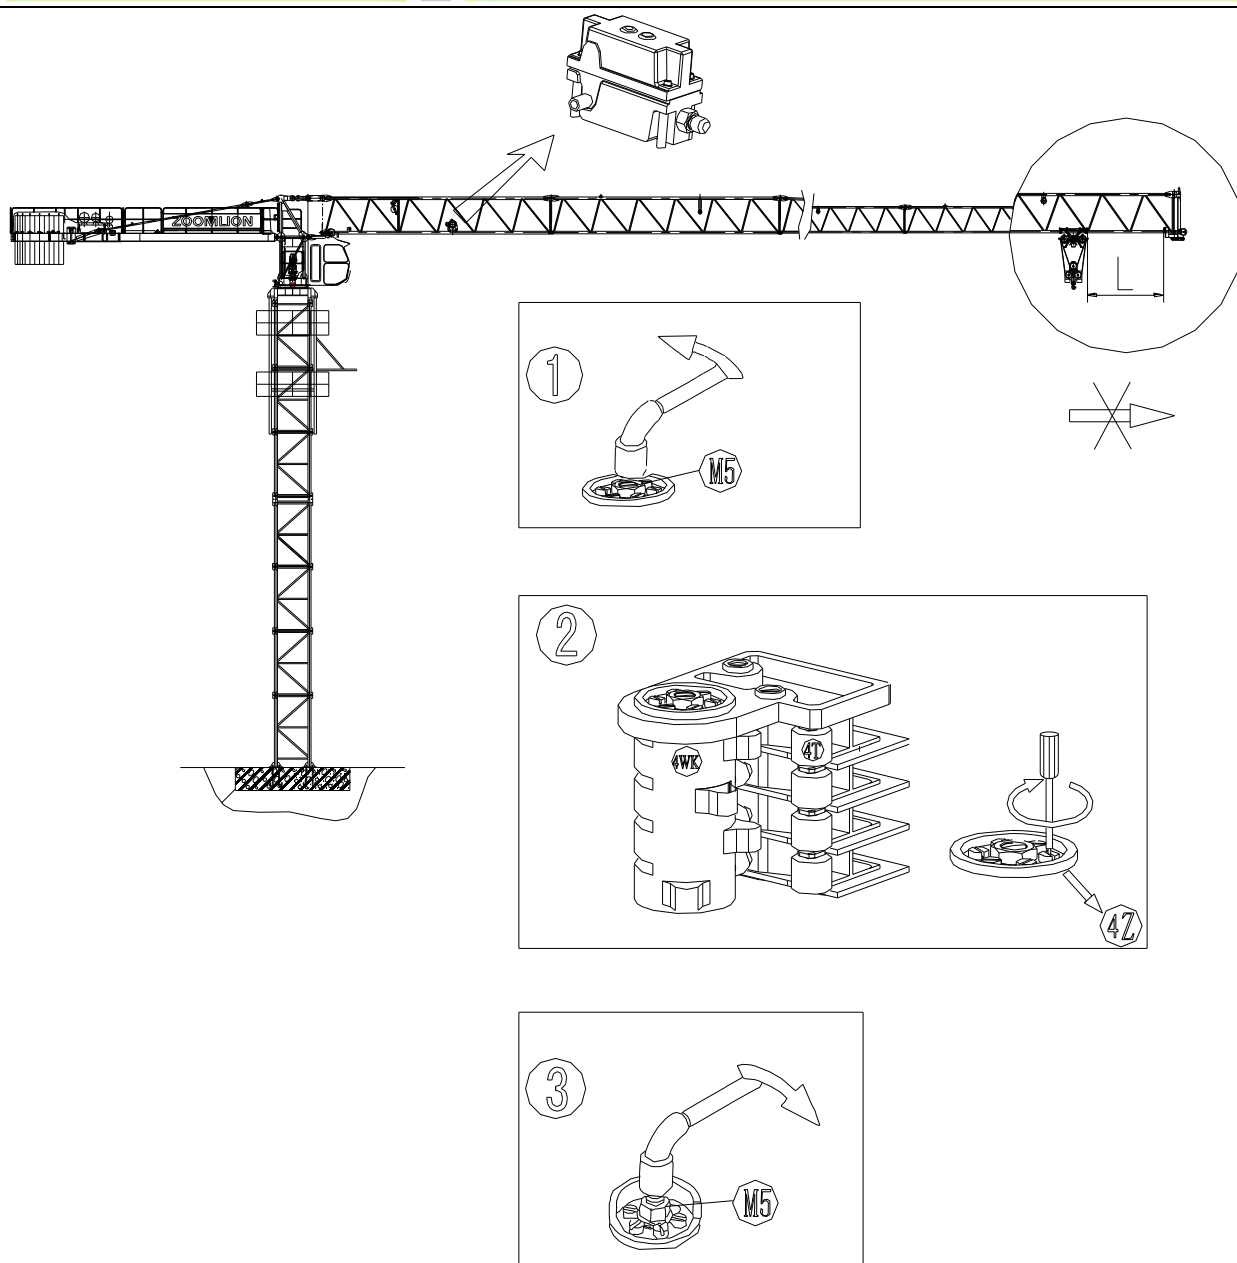

图 7.2-19 向外变幅限位
(1) 松开螺母 M5；
(2) 载重小车以低速开至起重臂臂尖缓冲器 $L=200\text{mm}$ 处，按程序调整(4Z)轴，使凸轮(4T)压下微动开关 (4WK)，使小车停止向外移动；
(3) 拧紧螺母 M5，见图 7.2-19。